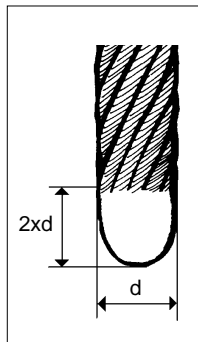

Fig. 1.26
- S'assurer que le diamètre du câble correspond bien au diamètre indiqué sur la plaque technique du treuil TIRAK, que la longueur du câble est suffisante et que la pointe du câble est conforme à la fig. 1.26.